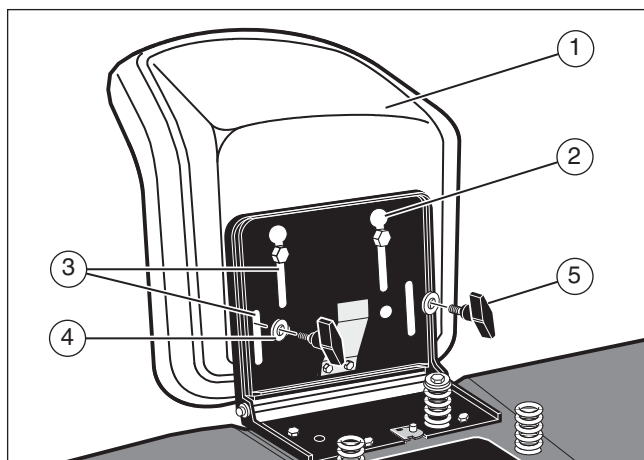

figur 1
Skjær åpen alle fire sider av innpakningen. Monter forhjulene (1) som ligger i innpakningen (figur 1).
2. Juster hullene i setehengselet (2) på linje med hullene i setet (1) (figur 1). Fest setet til setehengselet med festeanordningene (4) og (5).
3. Undersøk om setet må justeres. Løsne i så fall de to vingeboltene (5). Skyv setet forover eller bakover langs justeringshullene (3). Stram vingeboltene.